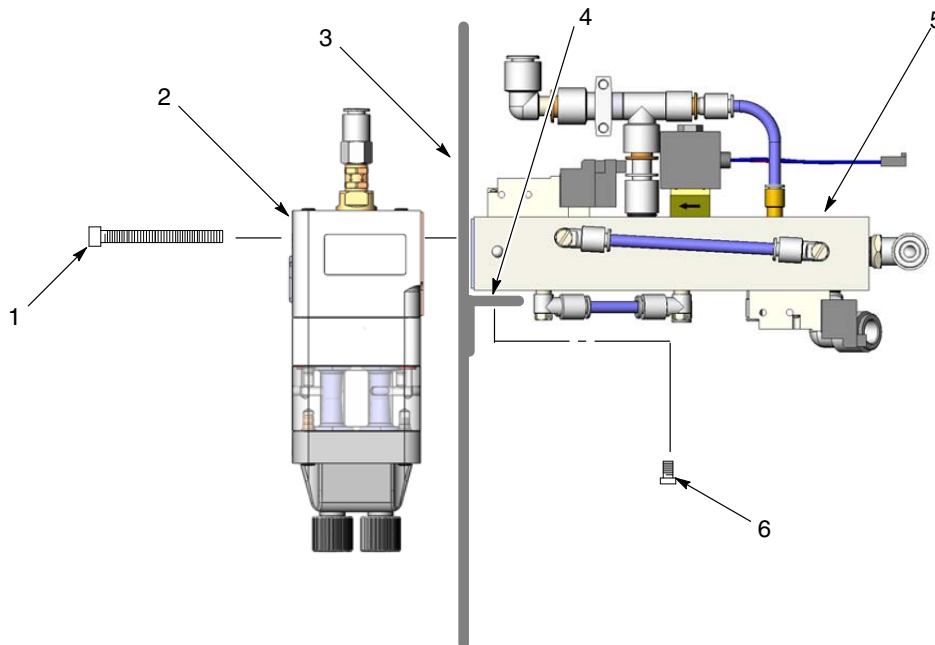

Abb. 20 Pumpe und Verteilerblock installieren
1. Siehe Abb. 20. Sicherstellen, dass die Dichtungen an Pumpe (2) und Verteilerblock (5) nicht beschädigt sind. Wenn die Dichtungen beschädigt sind, ersetzen.
2. Den Verteilerblock auf die passende Montagehalterung (4) an der Wand der Pumpenkonsole (3) setzen. Den Verteilerblock mit den Befestigungsschrauben (6) befestigen, aber die Schrauben noch nicht anziehen.
3. Die Pumpe mit den Pumpenbefestigungsschrauben (1) an der Pumpenkonsole befestigen. Die Pumpenbefestigungsschrauben fest anziehen.